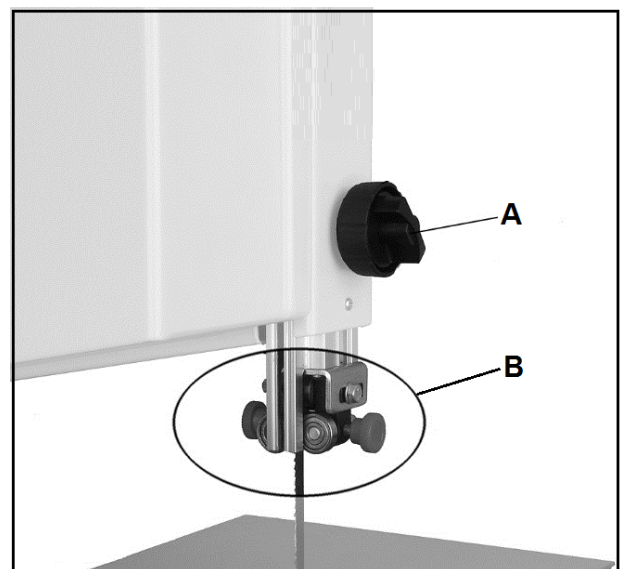

Abb. 18
Um die Schnitthöhe einzustellen, lösen Sie die Flügelmutter (A, Abb. 18) und bewegen Sie die obere Sägeblattführung und den Sägeschutz (B).